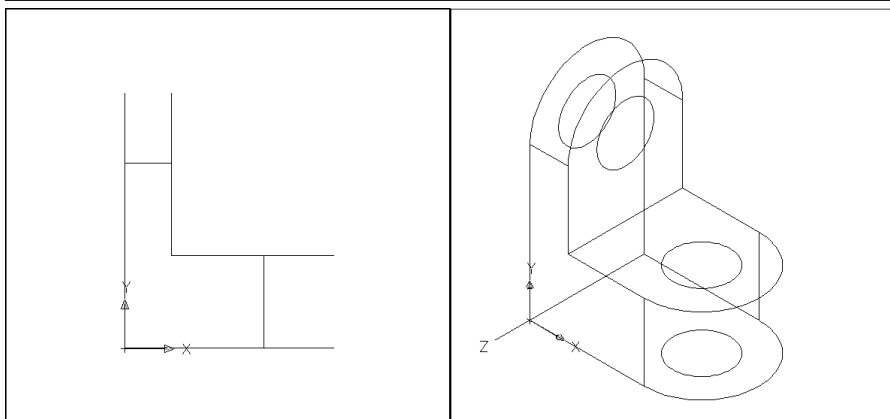

Рис. 11.13
17. Виконуємо остаточні побудови (видаляємо й обрізаємо непотрібні лінії або їх частини, добудовуємо непоказані лінії) відповідно до рис. 11.13. Правий екран вигляду використаний для креслення відрізків, дуг і кіл, а також зображення всіх плоских граней тривимірної моделі. Але нагадаємо, що побудована каркасна модель, реалістичне зображення якої неможливе.